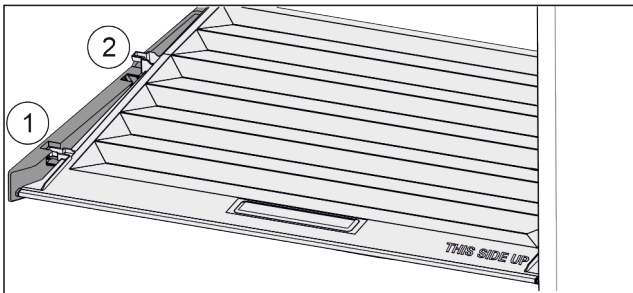

Fig. 58
- ▶ Кришку до отвору в деталях для підтримки потягнути вперед Fig. 58 (1).
- ▶ Підняти ззаду знизу та вийняти Fig. 58 (2) вгору.